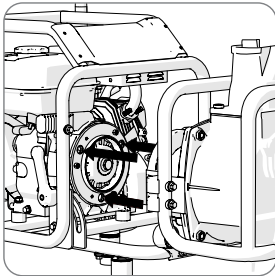
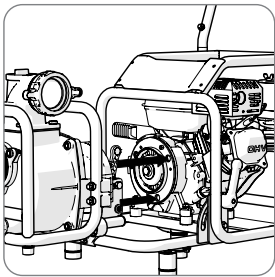
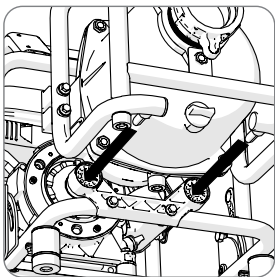

Fig 1a (vue de gauche des 3 broches de fixation)
Fig 1b (vue de droite des 3 broches de fixation)
Fig 1c (montrant les 2 broches de stabilisation arrière)
- Portez l'accessoire par son cadre externe et proposez-le au moteur. Alignez visuellement les 3 broches de fixation. (**Fig.1a & Fig.1b**) et les 2 broches de stabilisation arrière. (**Fig.1c**). Faites-vous aider par des personnes compétentes si nécessaire.